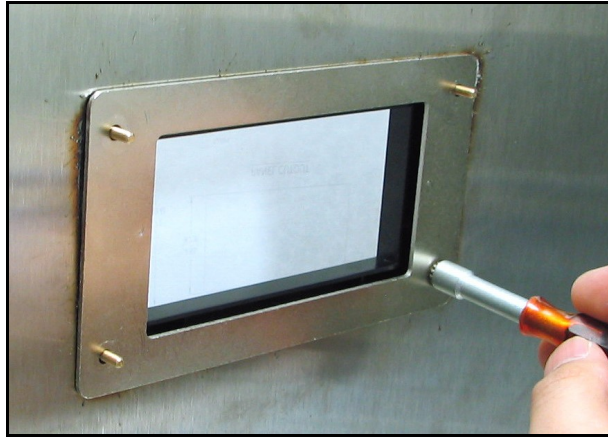
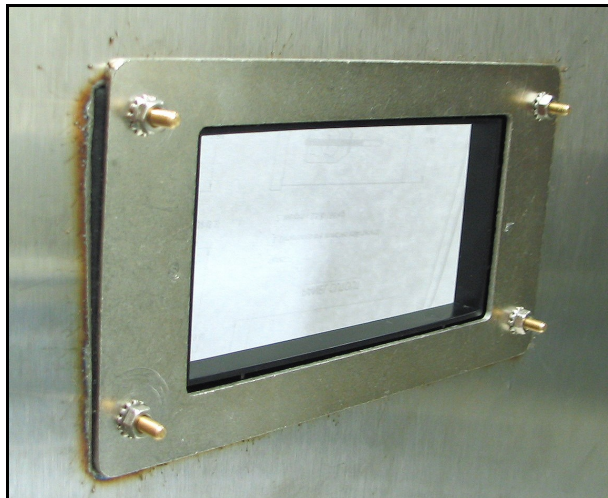

Figura 19: Fixar o conjunto ao painel
Figura 20: Montagem completa do conjunto da placa
4. Coloque porcas nos quatro parafusos e fixe o conjunto ao painel (veja Figura 19 e Figura 20). Use um verificador de folga por trás da gaxeta, verifique a compactação e aperte as porcas até a folga ser de $0,81 \text{ mm} \pm 0,05 \text{ mm}$ ($0,032 \text{ pol.} \pm 0,002 \text{ pol.}$).